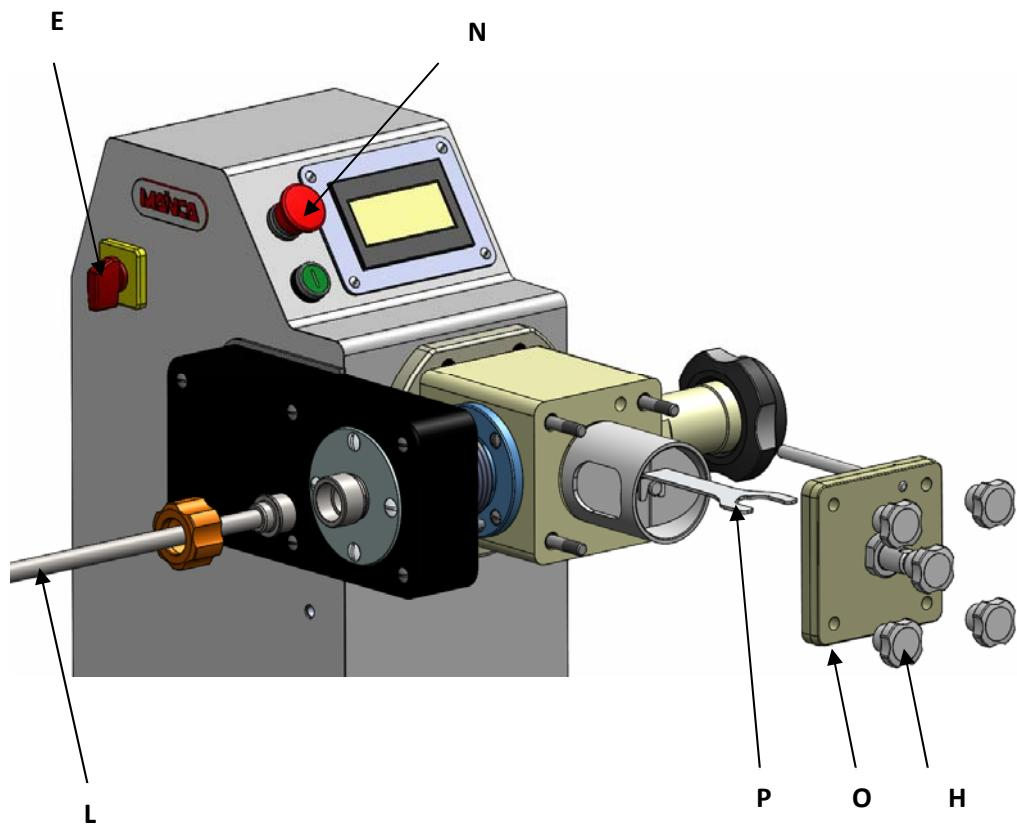

Abb. 4
2. Montieren Sie den Trichter (**L**) ab (s. Abb. 4).
3. Entfernen Sie die 4 Knöpfe (**H**) der vorderen Abdeckung (**O**) des Portionierers (s. Abb. 4, entfernen Sie die vordere Abdeckung (**O**) und entfernen Sie den Kolben mit dem Schlüssel (**P**) (s. Abb. 4).